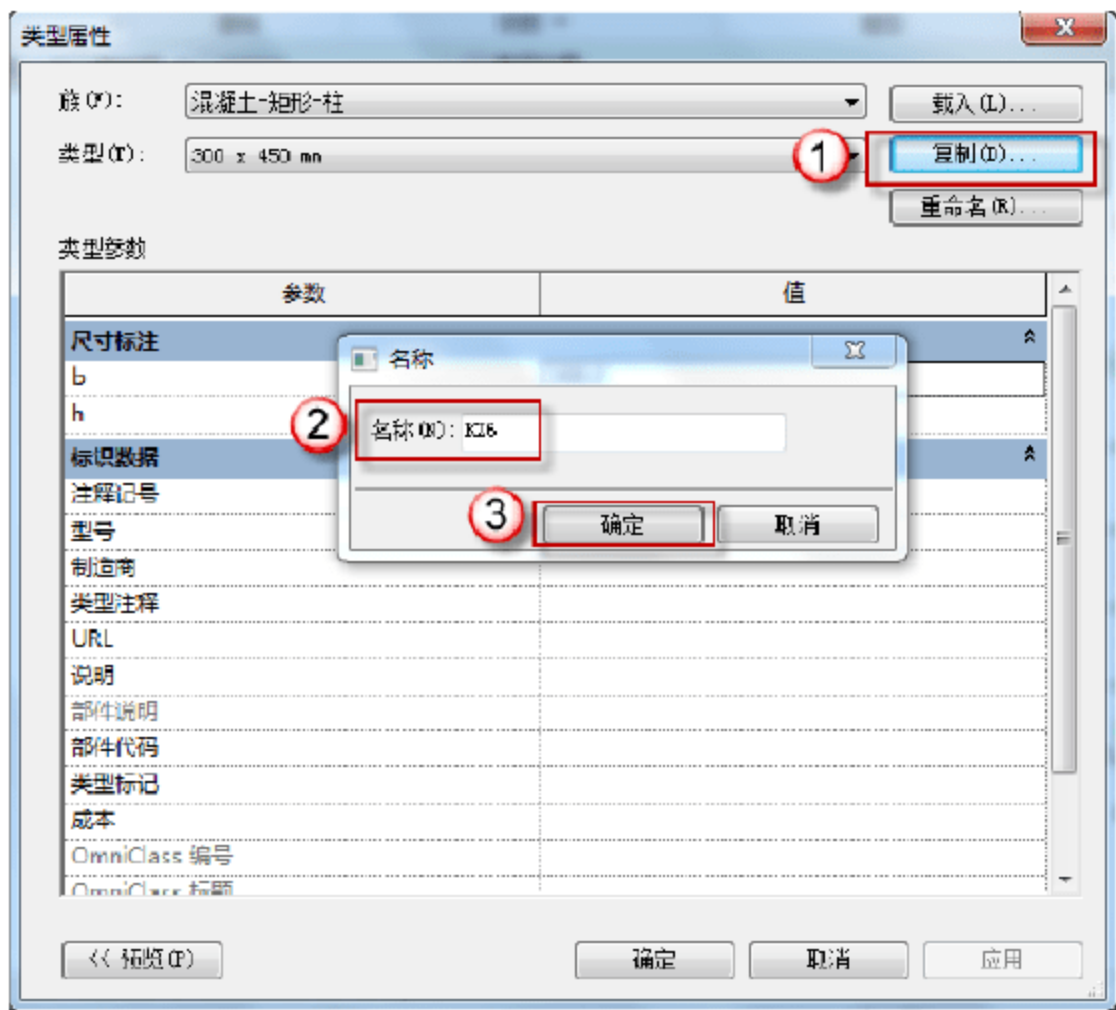
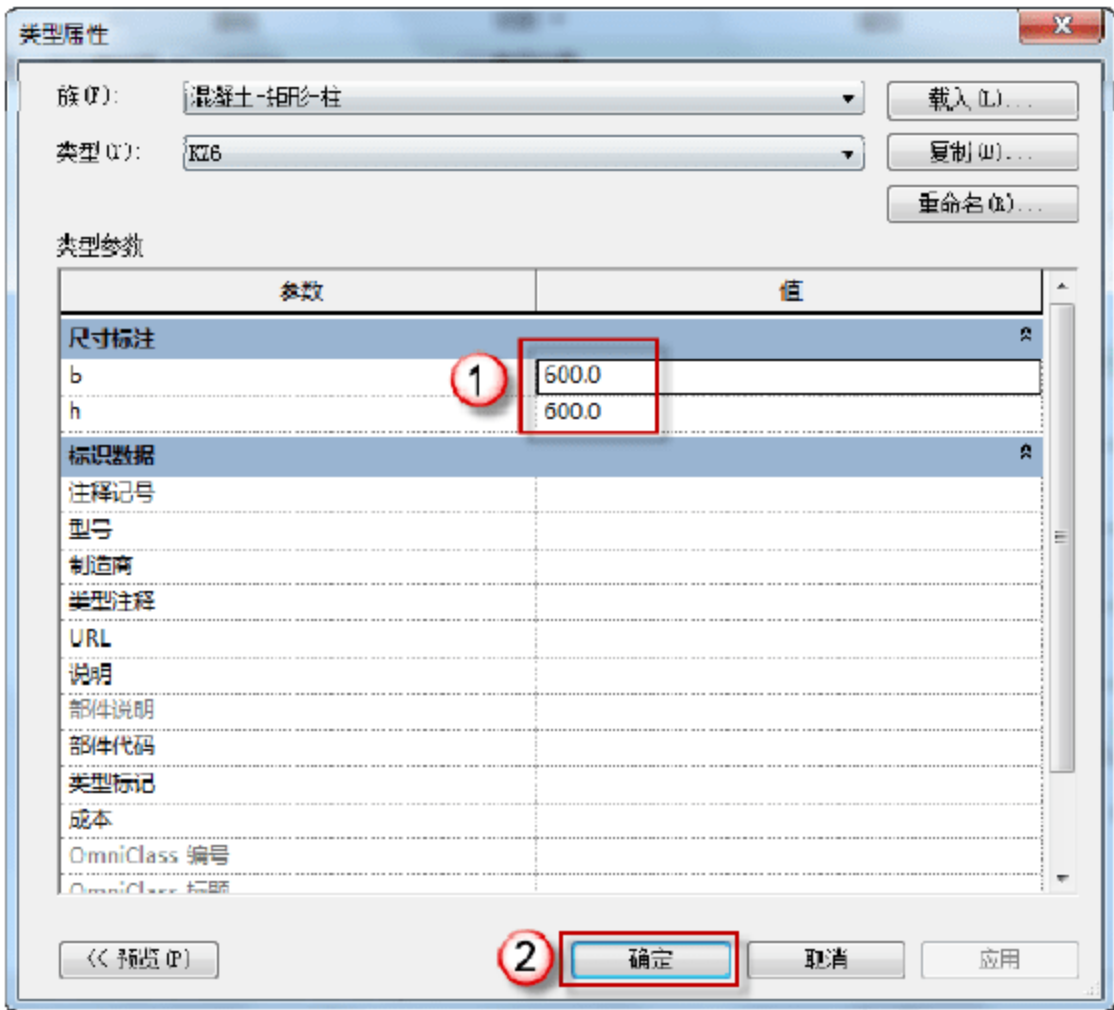

图 3.1.17 输入 KZ6 名称
图 3.1.18 输入 KZ6 截面尺寸
(10) 建立框架柱 KZ6 信息库。选择“结构”→“柱”→“编辑类型”命令，在弹出的“类型属性”对话框中，单击“复制”按钮，在弹出的对话框中输入 KZ6 字样，单击“确定”按钮。在“尺寸标注”栏中输入 b、h 的尺寸，单击“确定”按钮，如图 3.1.17 和图 3.1.18 所示。